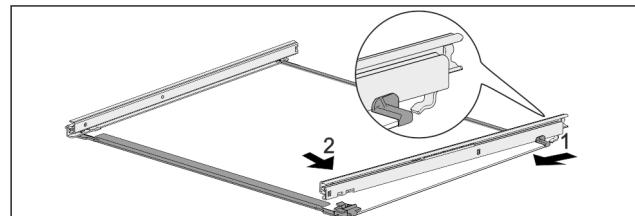

Fig. 140 Sklenená doska s koľajničkami
- Zaháknite koľajničku vzadu. Fig. 140 (1)
- Zaklapnite koľajničku vpred. Fig. 140 (2)